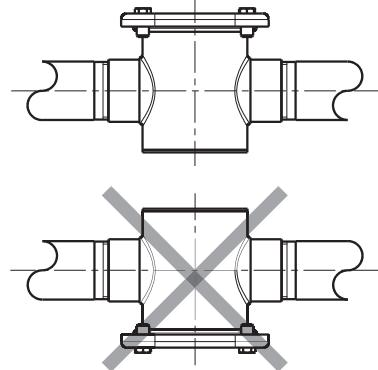

fig. 1
- La válvula se puede instalar en posición horizontal (Fig. 1) con la tapa de cierre hacia arriba, inclinada con un máximo de 90 °, nunca con la tapa hacia abajo.